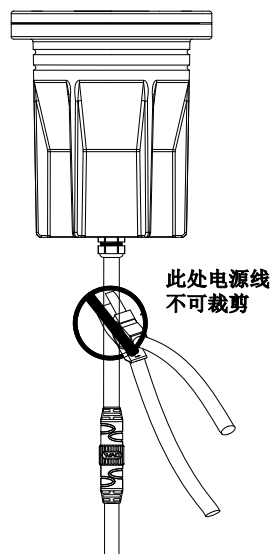

图 5
2. 电源输入线防虹吸接头是灯具防水可靠性的一部分，灯具与防虹吸接头之间电源线不可裁剪<图5>。